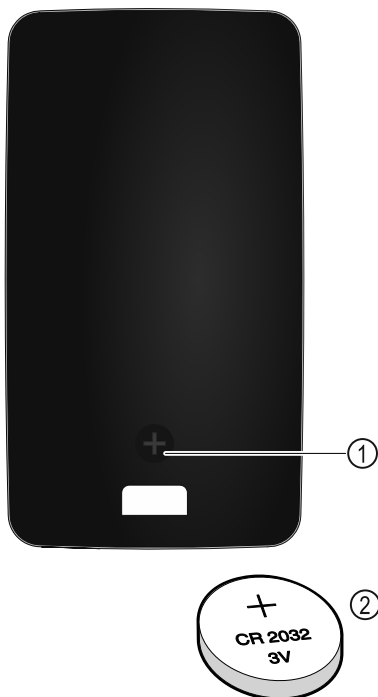

Fig. 230
Strømforsyningen til fjernkontrollen skjer via et batteri av type CR 2032 med 3 V Fig. 230 (2), som kan kjøpes i faghandelen.
- ▶ Skru ut skruen Fig. 230 (1) på baksiden av fjernkontrollen.